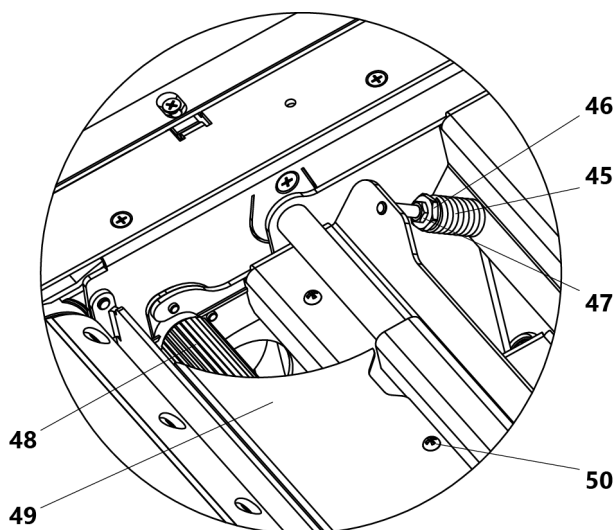

Рис. 17 Регулировка подающего вала
- освободить контргайку 47 (рис. 17);
Для очистки подающего вала 48 (рис. 17) от стружки и смолы необходимо открутить винты 50 и снять защитный кожух 49 подающего вала. После очистки кожух 49 установить на место.